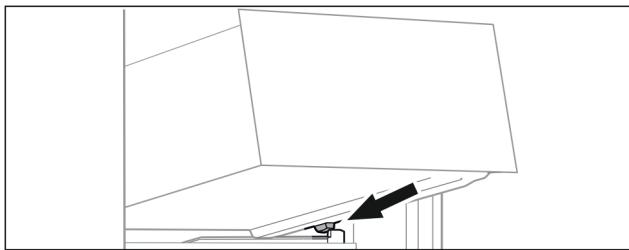

Fig. 103
- Schubfach schräg hinter den Stopfern auf Behälterrippe aufsetzen. (siehe Fig. 103)